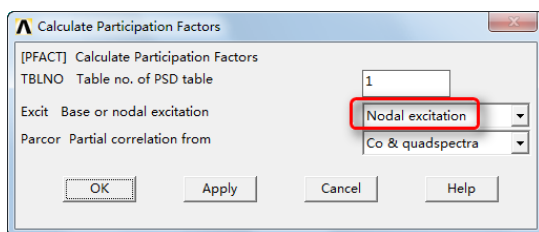
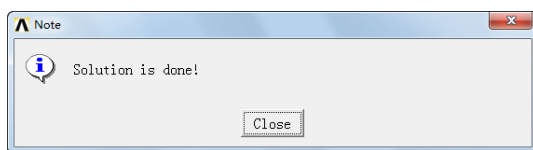

图 13-58 “Calculate Participation Factors”对话框
图 13-59 参与因子计算完毕
⑧ 计算参与因子: Main Menu > Solution > Load Step Opts > Spectrum > PSD > Calculate PF, 弹出“Calculate Participation Factors”对话框, 如图 13-58 所示, 在“TBLNO Table no. of PSD table”后面输入 1, 在“Excit Base or nodal excitation”后面的下拉列表中选择“Nodal excitation”, 单击“OK”按钮。弹出“Solution is done”对话框, 如图 13-59 所示, 单击“Close”按钮关闭它。